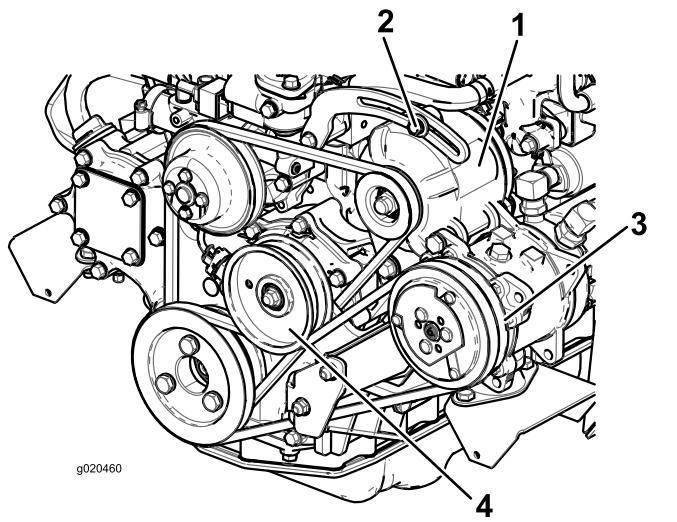

Figura 96
Controllate lo stato e la tensione della cinghia (Figura 96) ogni 100 ore di servizio.
2. Se l'inflessione non è di 10 mm, allentate i bulloni di fissaggio dell'alternatore (Figura 96). Aumentate o riducete la tensione della cinghia dell'alternatore e serrate i bulloni. Controllate di nuovo l'inflessione della cinghia per accettare che sia esatta.
2. Se la flessione non è di 10 mm, allentate il bullone di fissaggio della puleggia tendicinghia (Figura 96). Aumentate o riducete la tensione della cinghia del compressore e serrate il bullone. Controllate di nuovo la flessione della cinghia per accertare che la tensione sia esatta.